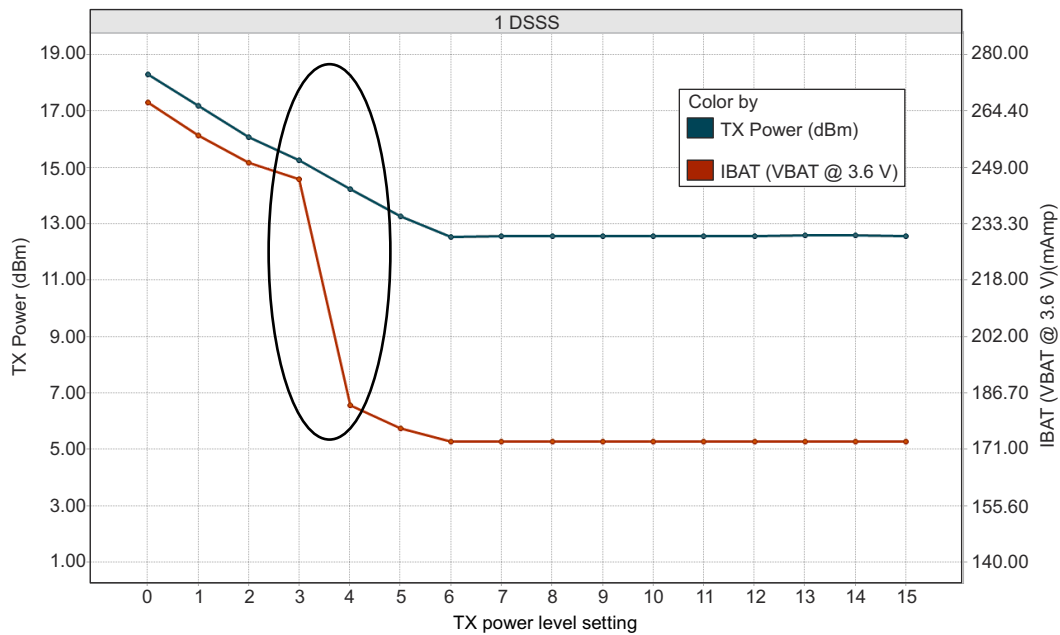
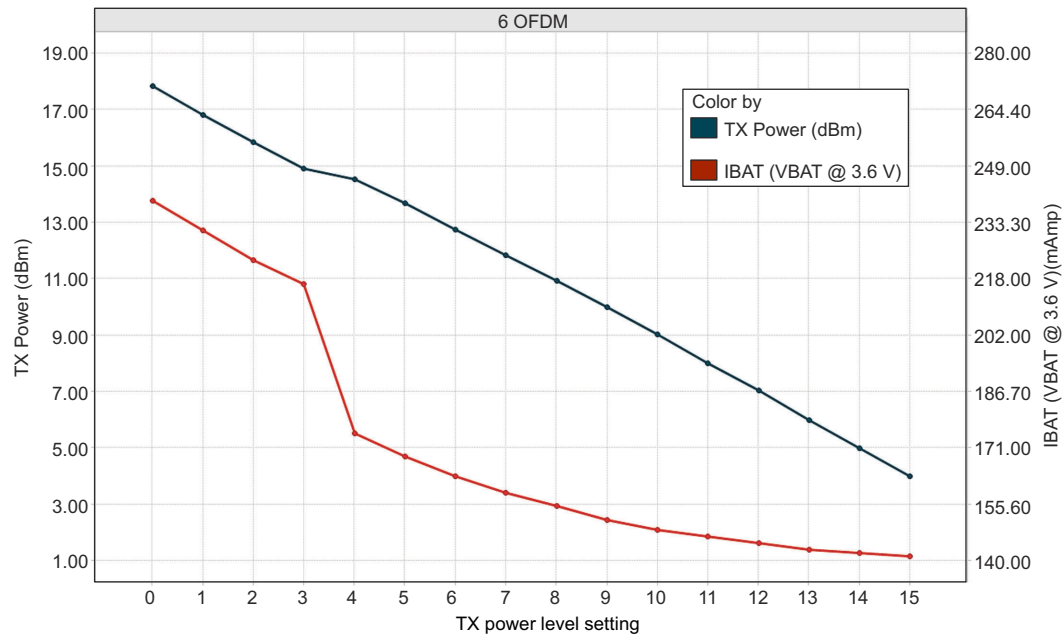
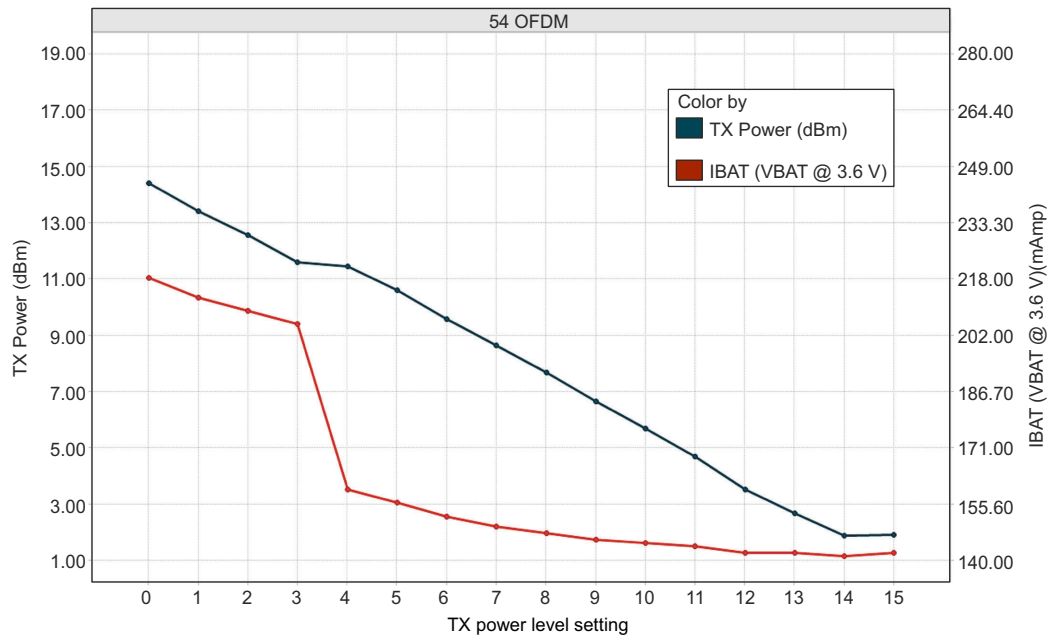

图 7-1. TX 功率和 IBAT 与 TX 功率级别设置间的关系 (1 DSSS)
图 7-2. TX 功率和 IBAT 与 TX 功率级别设置间的关系 (6 OFDM)
图 7-3. TX 功率和 IBAT 与 TX 功率级别设置间的关系 (54 OFDM)
(1) TX 功率级别 = 0 表示最大功率 (请参阅图 7-2、图 7-2 和图 7-3)。TX 功率级别 = 4 表示输出功率减小约 4dB。
(2) LPDS 电流不包括外部串行闪存。CC3235MODx 和 CC3235MODAx 可以配置为在 LPDS 模式下保留 0KB、64KB、128KB、192KB 或 256KB SRAM。MCU 保留的 SRAM 的每个 64KB 块将 LPDS 电流增加 4 μA 。
(3) DTIM = 1
(4) 完整的校准可在 24ms 的时间内从电池中吸收多达 17mJ 的能量。很少进行校准，通常在退出休眠模式以及仅当温度变化幅度超过 20°C 时进行校准。校准事件可由串行闪存中的配置文件控制。
(5) 典型数值假定 VSWR 为 1.5:1。
图 7-1、图 7-2 和图 7-3 分别展示了 CC3235MODS 模块在 1 DSSS、6 OFDM 和 54 OFDM 调制下的 TX 功率和 IBAT 与 TX 功率级别设置间的关系。对于 CC3235MODSF 模块，IBAT 电流会增加约 10mA 至 15mA，具体取决于传输速率。TX 功率级别保持不变。⁴
在图 7-1 中，圆圈包含的面积表示从 TX 功率级别 3 转换到级别 4 期间电流显著减小。对于较低范围要求（14dBm 输出功率），TI 建议使用 TX 功率级别 4 来减小电流。